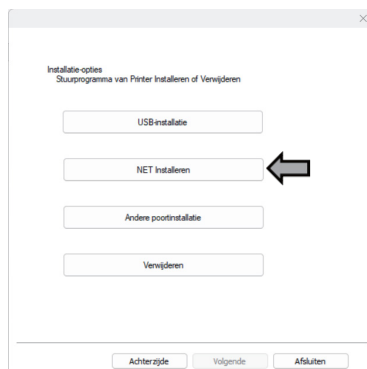

Bild 12
- ⑥ Välj alternativet 'NET-installation' på skärmen 'Installationsalternativ' (se bild 12).